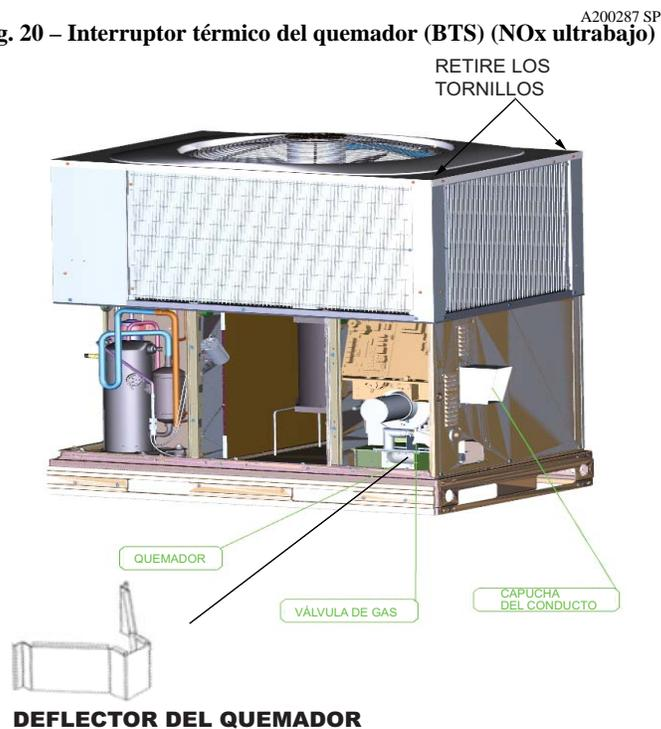

Fig. 21 – Carcasa del ventilador, caja colectora del conducto y conjunto del intercambiador de calor (NOx ultrabajo)
2. Quite los 11 tornillos que sujetan la cubierta de la caja colectora del conducto (consulte la Fig. 21) al conjunto del intercambiador de calor. Inspeccione los intercambiadores de calor.
La unidad está equipada con un sistema de encendido por chispa directa con 100 por ciento de bloqueo. El módulo de encendido (IGC) está ubicado en la caja de control (consulte la Fig. 21). El módulo contiene un LED de autodiagnóstico. Durante el mantenimiento, consulte el diagrama de etiquetas o la Tabla 6 de estas instrucciones para la interpretación del LED.
Inspección/limpieza del deflector del quemador con NOx ultrabajo (consulte Fig. 21).